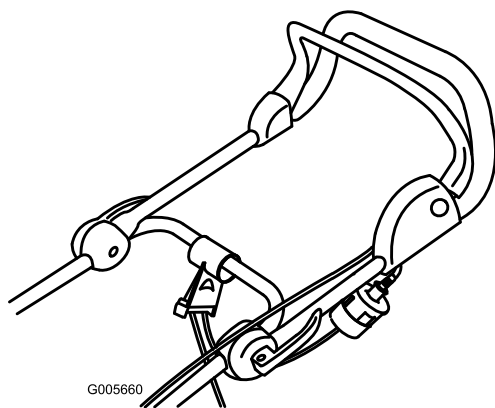

Figura 13
2. Collegate il cavo di prolunga alla spina del tosaerba (Figura 13).